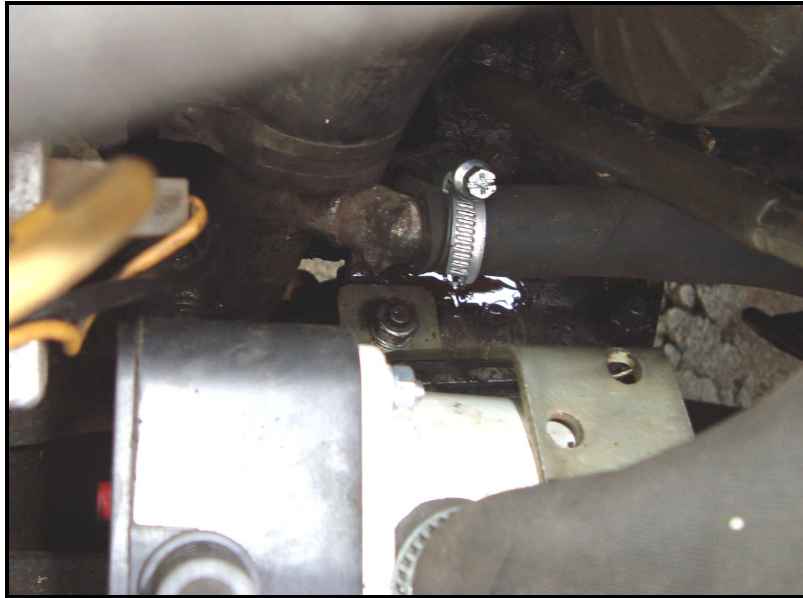

Рис.1. Монтаж кронштейна с электроподогревателем.
- 3.2. Отвернуть гайку переднего болта крепления левого по ходу кронштейна передней опоры двигателя к подушке. Одеть на болт кронштейн электроподогревателя из комплекта и привернуть штатной гайкой с пружинной шайбой (Рис.1).